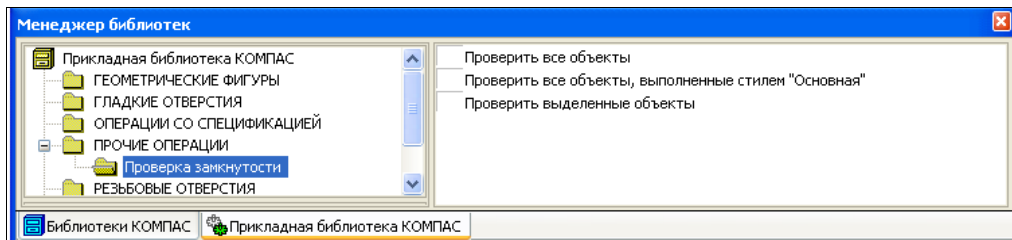

Рис. 26.33. Диалоговое окно **Менеджер библиотек** с открытым подразделом **Проверка замкнутости**
- ♦ в левой части щелкните по пункту **Проверка замкнутости**. В правой части появятся команды для проверки (рис. 26.33);